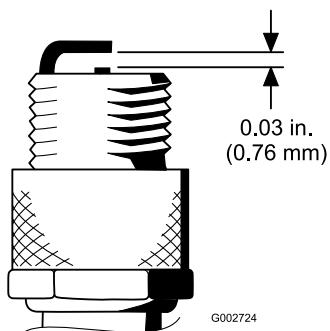

Figura 28
- Ajuste a folga existente entre a zona central e lateral do eléctrodo para 0,76 mm (Figura 28). Monte a vela com a folga correcta com o vedante e aperte-a com uma força de 23 Nm. Se não utilizar uma chave de aperto, aperte bem a vela.